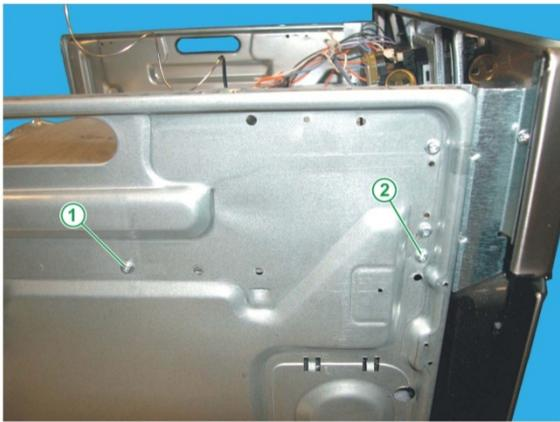

Fig. 12
14. Fixer la plaque en tôle de protection des commandes avec 4 vis autofiletantes de 4,2 x 8 mm en se servant des 2 trous déjà percés sur la partie avant et des nouveaux trous sur la partie arrière (voir Fig. 12).